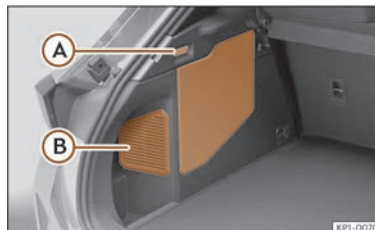

Abb. 231 Plug-in-Hybridfahrzeuge (PHEV): Einbauort der Batterie im Kofferraum
- Ziehen Sie den Griff (A) >>> (**Abb. 231**), um die Schutzabdeckung der 12-Volt-Fahrzeugbatterie zu öffnen.
>>> (Abb. 231).